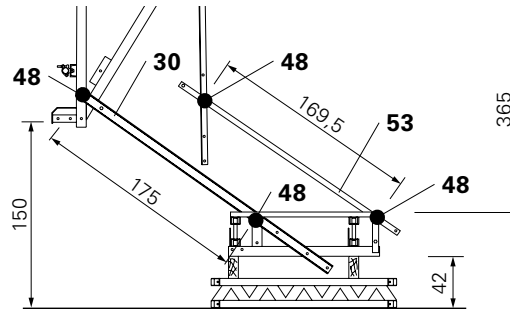

Fig. B1.26a
5. Avvitare il montante CB 190 (53) o il montante 370 (54) al montante parapetto CB 200 (50), senza stringere, con viti ISO 4014 M16 x 130-8.8 (48). Utilizzare il foro superiore o inferiore a seconda dell'altezza di getto. (Fig. B1.26a - d)
(Fig. B1.26a)